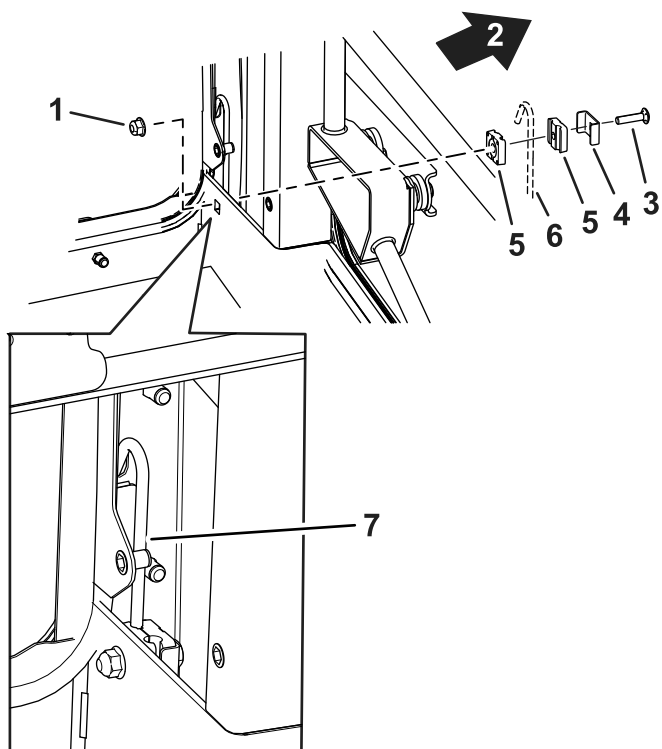

Figure 16
7. Tout en abaissant la cabine, insérez les tubes d'évent dans les montants arrière (Figure 16).
1. Installez les tubes d'évent de chaque côté de la cabine. Voir Figure 16.
2. Fixez chaque tube d'évent avec un boulon (5/16" x 1 1/2"), une bride de serrage, un collier et un écrou (5/16") (Figure 16).